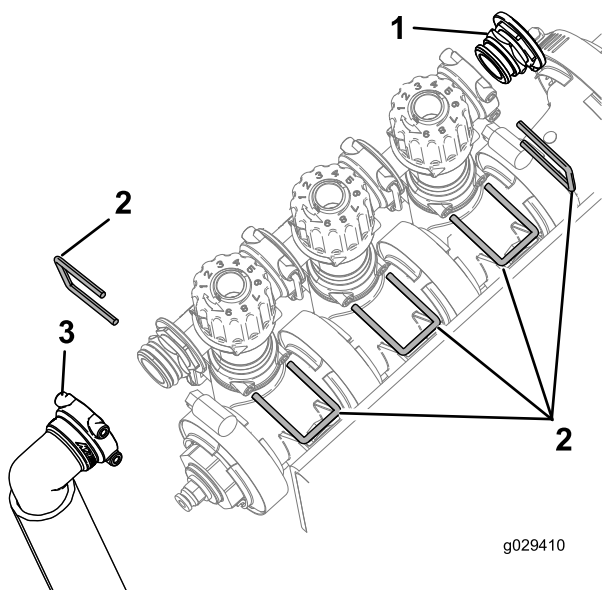

**Figura 9**
1. Retire la horquilla de retención que sujeta el actuador a la válvula multivía (válvula de sección o válvula de agitación) (Figura 9).